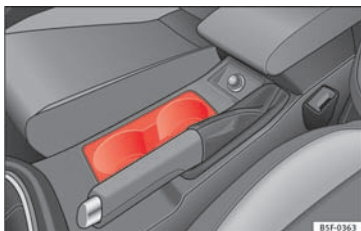

Fig. 154 Midterkonsol: drikkevareholder foran
- Stil drikkevarerne i holderen » Fig. 154. Der er plads til to drikkevarer i holderen. I dørbeklædningerne kan der også opbevares større plastikflasker.